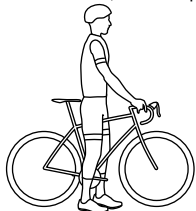

Abb. 1.1: Korrekte Höhe.
- Bei einem Fahrrad mit geradem Standardoberrohr sollten mindestens 25 mm Abstand zwischen dir und dem Oberrohr vorhanden sein, wenn du über dem Fahrrad stehst (siehe Abbildung 1.1).